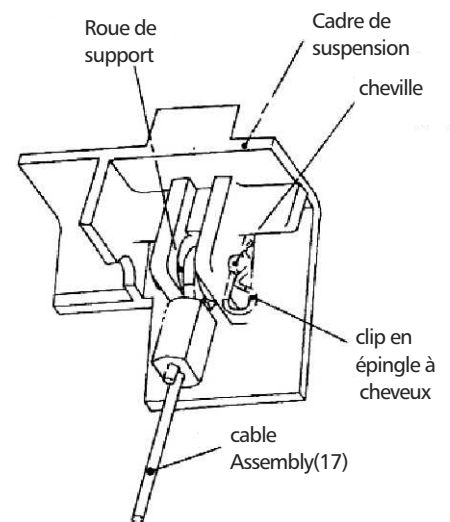

Figure 5B
- a. Placez l'anneau au bout du nouveau câble, au long de la roue de support, dans la rainure du cadre de suspension. Voyez la figure 5B.